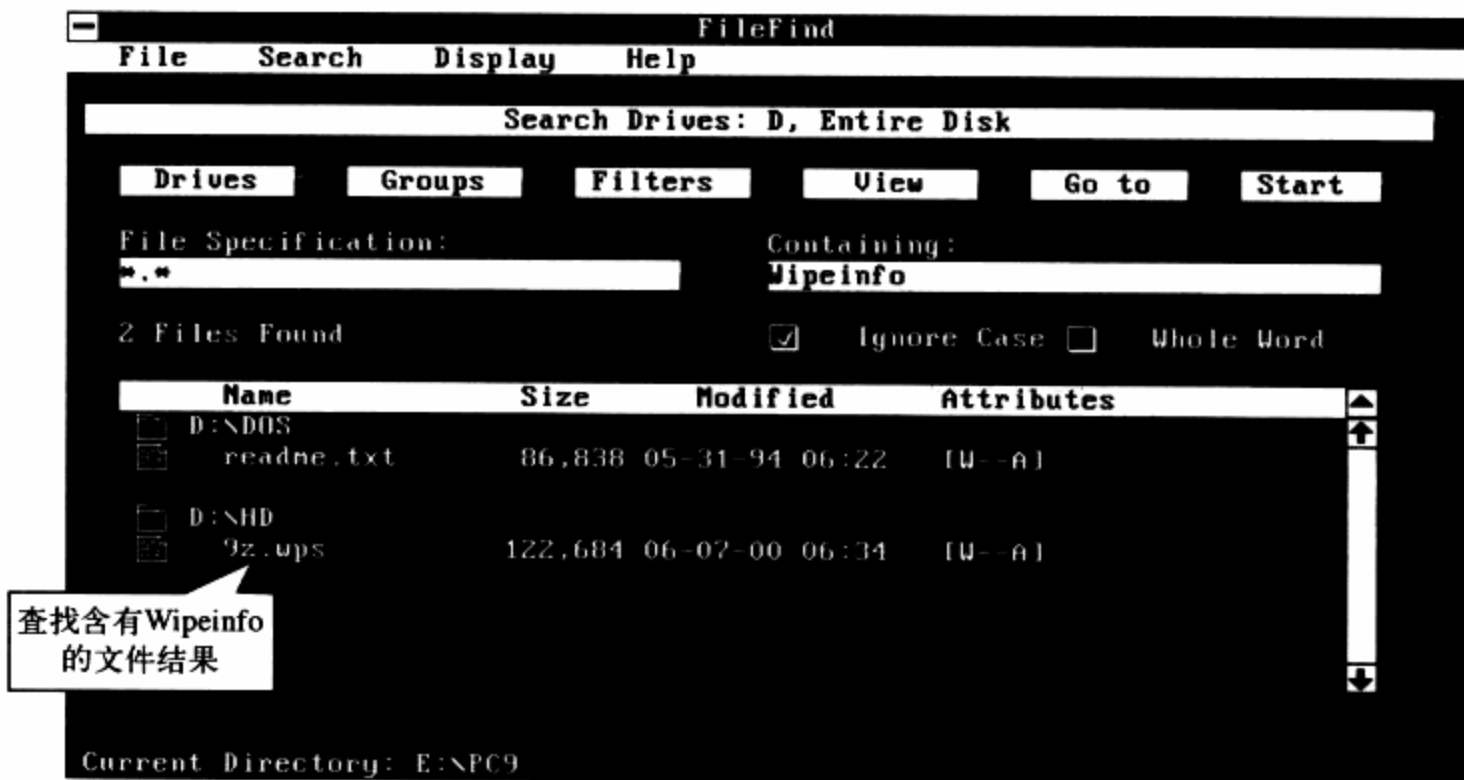

图13-9 用PCTools查找含有Wipeinfo字串的文件结果
**步骤 05** 查找E盘中含有Wipeinfo字串的文件的结果。如图13-9所示。